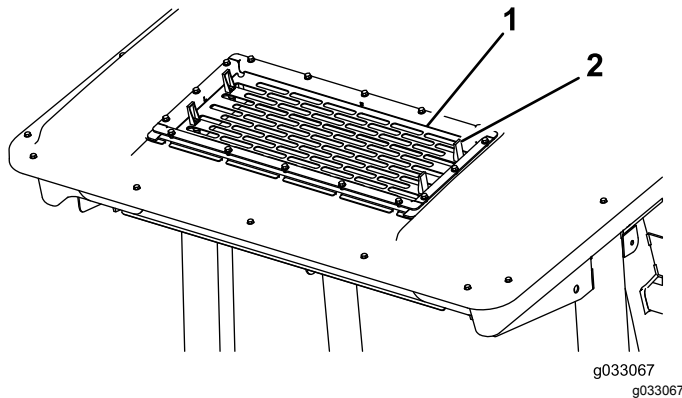

Figure 56
2. Soulevez les 4 languettes sur la grille de climatisation (Figure 56) et déposez la grille du sommet de la cabine.